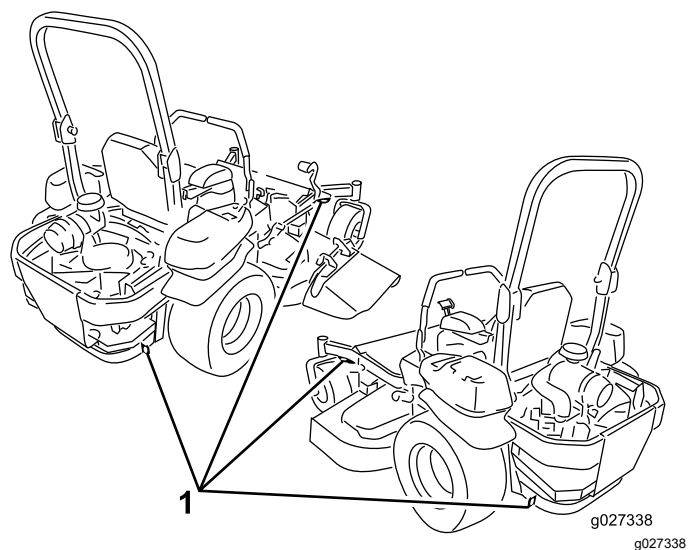

Figura 41
6. Ancorate la macchina accanto alle ruote orientabili anteriori e al paraurti posteriore con cinghie, catene, cavi o corde (Figura 41). Fate riferimento ai regolamenti locali per i requisiti di ancoraggio.